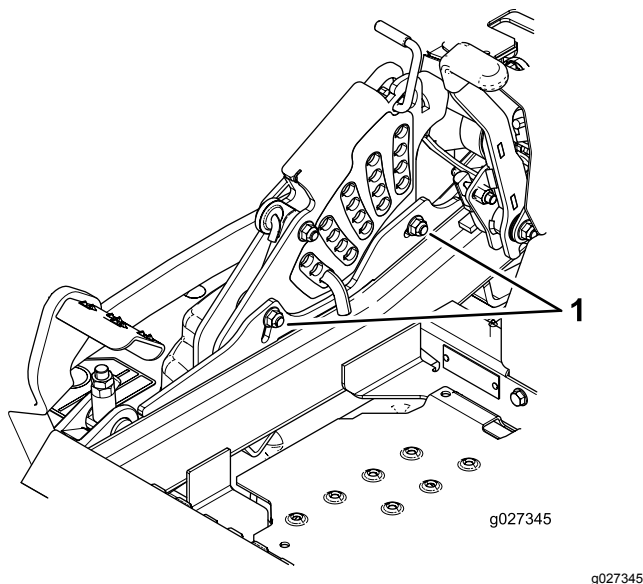

Figure 91
11. Pour régler le système monpoint, desserrez les 2 boulons au bas de la plaque de hauteur de coupe (Figure 91).
13. Serrez les 2 boulons au bas de la plaque de hauteur de coupe (Figure 91).